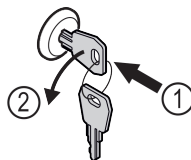

Fig. 201
- ▶ Dugja be a kulcsot. Fig. 201 (1)
- ▶ Forgassa el a kulcsot 90°-kal az óramutató járásával ellenkező irányba. Fig. 201 (2)